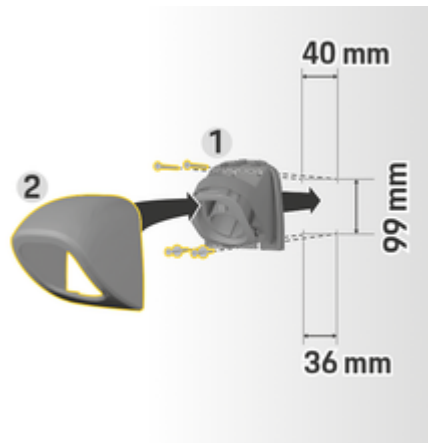

Fig. 55 Dimensões de perfuração
1. Remover o fecho do conector 1 (Fig. 55) da capa 2 (Fig. 55).
4. Aparafuse o fixador do conector 1 (Fig. 55) à parede.
5. Coloque a cobertura 2 (Fig. 55) no fixador do conector 1 (Fig. 55) a partir de baixo e empurre para cima.